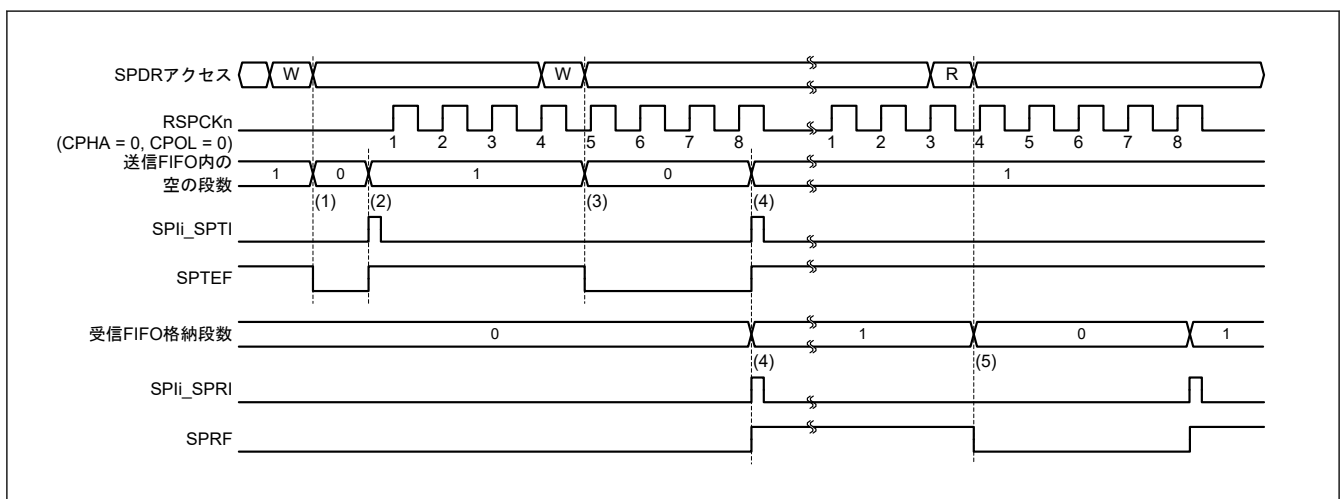

図 30.33 SPIi_SPTI、SPIi_SPRI 割り込みの動作例 (マスタモードで CPHA = 0、CPOL = 0 のとき)
図 30.33 に、送信バッファエンプティ割り込み (SPIi_SPTI) と受信バッファフル割り込み (SPIi_SPRI) の動作例を示します。これらの図に記載した SPDR レジスタアクセスは、レジスタへのアクセス状況を示しています。W は書き込みサイクル、R は読み出しサイクルを示しています。図 30.33 の例では、SPCR.TXMD[1:0] ビットが 00b、SPDCR2.TTRG ビットが 0、SPDCR2.RTRG ビットが 0、SPCMDm.CPHA ビットが 0、SPCMDm.CPOL ビットが 0 の設定で、SPI が 8 ビットのシリアル転送を実行しています。RSPCKn 波形の下に記載した数字は RSPCK サイクル数 (= 転送ビット数) を示しています。
以下に、図 30.33 の (1)~(5) に示したタイミングでの SPI の動作内容を説明します。